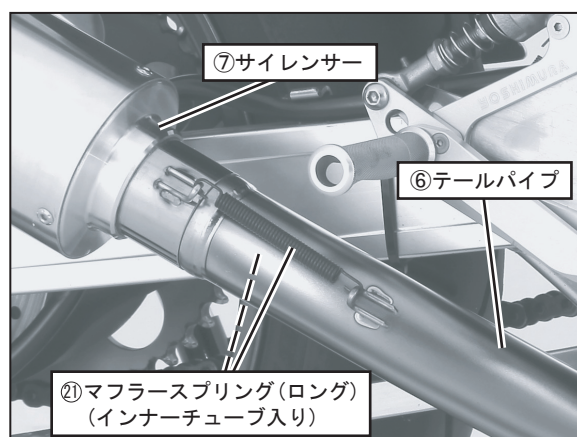

FIG. 9
8. ⑥テールパイプに⑦サイレンサーを取り付け、手順3でインナーチューブを取り付けた②①マフラスプリング(ロング)2本をスプリング取付工具を使用して取り付けて下さい。(FIG. 9 参照)